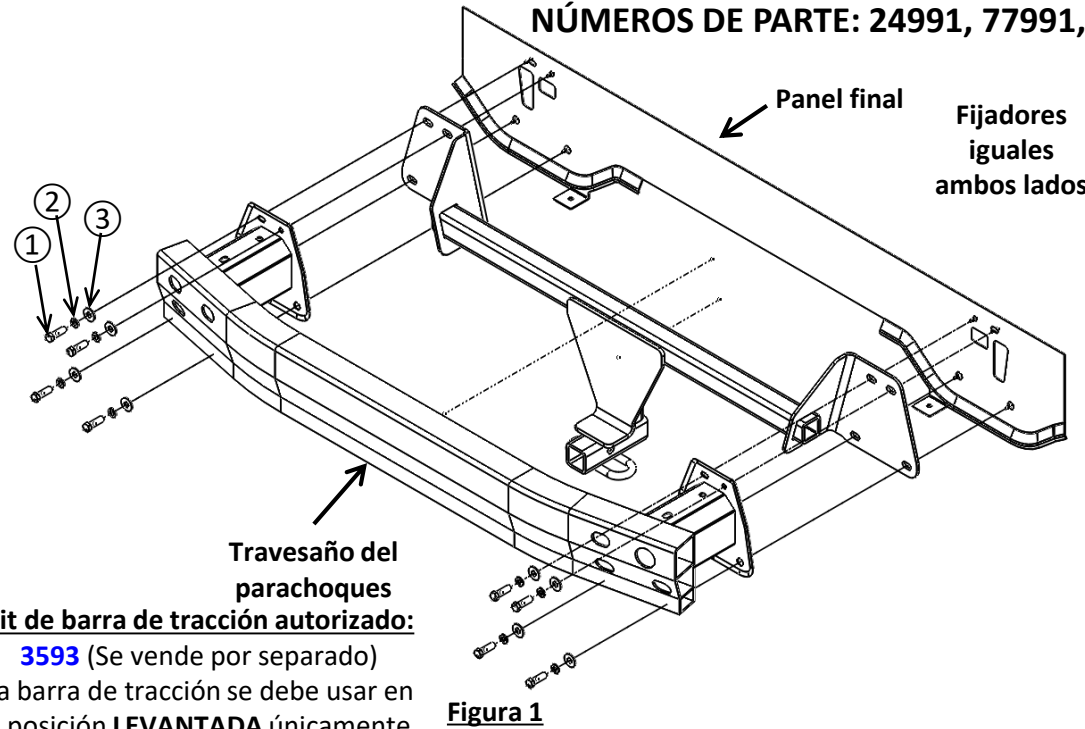

Figura 2
- 2a. Quitar la fascia inferior:** Con un destornillador de cabeza plana, quitar los remaches plásticos de la fascia inferior. Están ubicados tanto en el lado del conductor como del pasajero junto con los restantes cerca del centro de la fascia. Ver la Figura 2.
2a. Quitar la fascia inferior: Con un destornillador de cabeza plana, quitar los remaches plásticos de la fascia inferior. Están ubicados tanto en el lado del conductor como del pasajero junto con los restantes cerca del centro de la fascia. **Ver la Figura 2.**